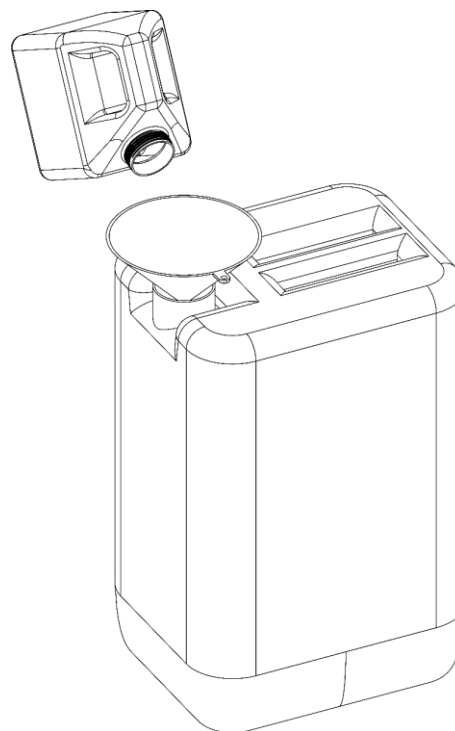

Fig. 43
- 07) Utilisez un entonnoir pour verser le liquide à fumée restant dans le réservoir dans le bidon de liquide à fumée d'origine, comme indiqué sur la Fig. 43.